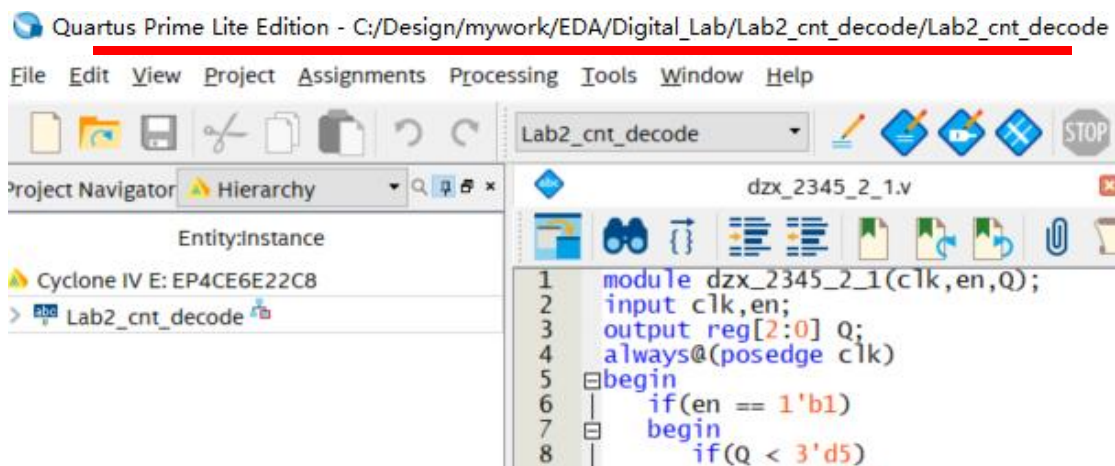

图 3 代码截图示例
- (1) **代码截图**必须包含 Quartus 的标题栏（图 3 红线处）；